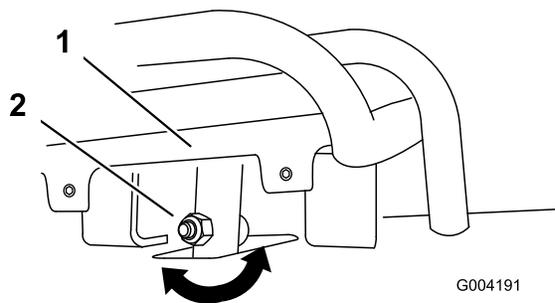
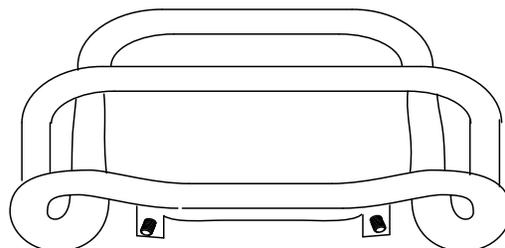

Figura 55
Figura 56
4. Se la parte anteriore del comando della trazione non rimane dritta e a filo con la barra di riferimento, allentare il dado flangiato e imbullonare lo stelo del comando della trazione (Figura 55).
5. Regolate il comando di trazione in modo che sia a livello rispetto alla barra di riferimento quando lo tirate indietro dritto (Figura 55 e Figura 56).